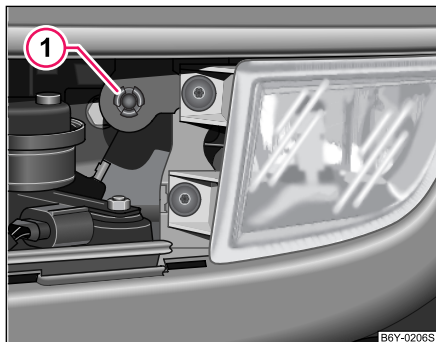

Fig. 159 Desmontar los faros antiniebla
- Desenrosque los tornillos de los soportes de los faros antiniebla. Con el tornillo superior está sujeto en el faro izquierdo el sensor de temperatura del aire del exterior* ① ⇒ fig. 159.